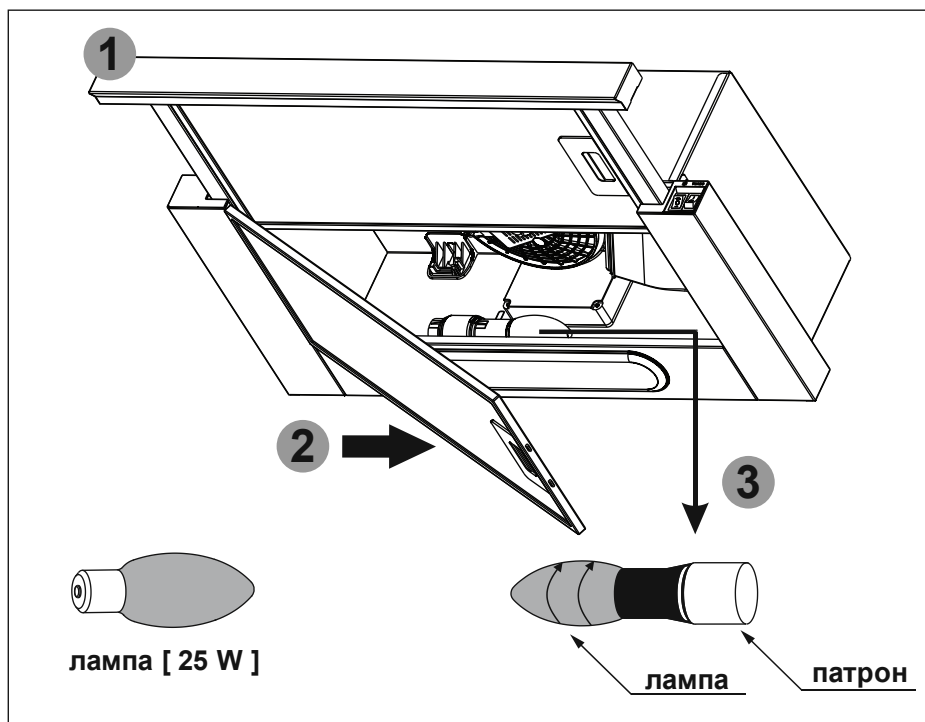

Рис.7
8.9 На вытяжке установлена лампа накаливания для подсветки рабочей зоны плиты. Перед началом замены лампы освещения необходимо отключить вытяжку от электросети, дать возможность охладеть лампе. Для замены лампы необходимо вытянуть шухляду выдвигающую **1**, снять алюминиевый фильтр **2**, удерживая держатель патрона, слегка надавить на лампу **3** в направлении патрона и, повернув против часовой стрелки, вынуть из корпуса вытяжки (**рис.7**).